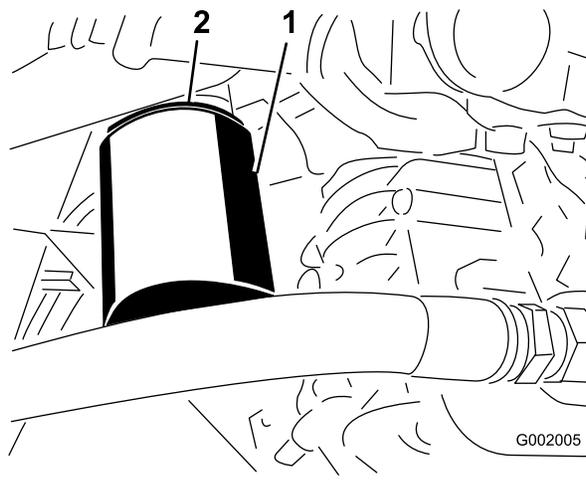

Figura 71
4. Togliete il filtro (Figura 71).